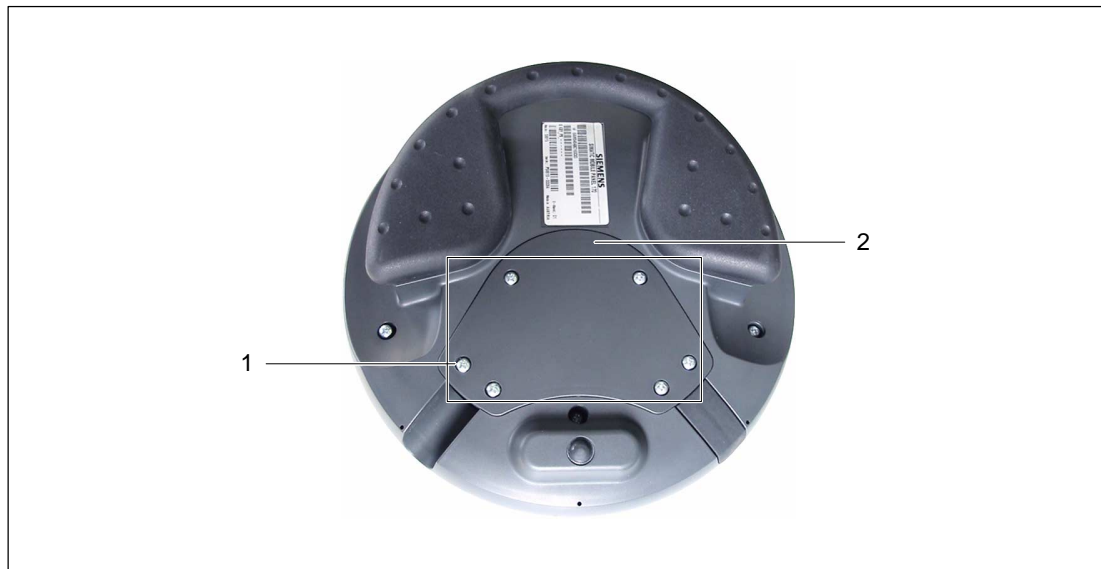

Figure 10-1 Ouverture du compartiment de connexion
1. Fermez le Mobile Panel 170 avec le couvercle et vissez les six vis (voir figure 10-1). Veillez à ce que le joint en caoutchouc se trouvant dans le couvercle soit correctement placé.